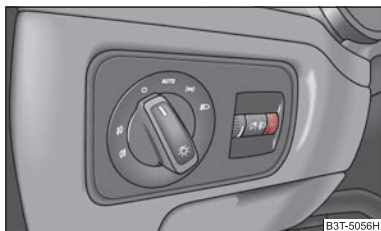

Fig. 50 Cuadro de interruptores: Regulación del alcance luminoso de los faros
- Girar el regulador giratorio $\Rightarrow$ fig. 50, hasta que la luz de cruce esté ajustada de tal modo, que no se deslumbre a otros concurrentes en el tráfico.